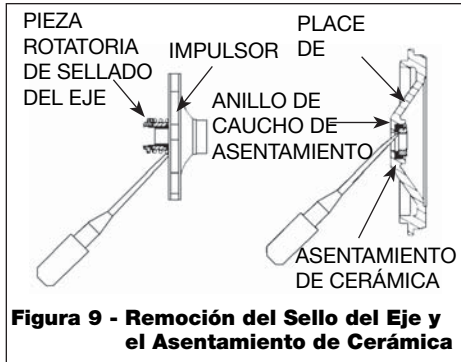

Figura 9 - Remoción del Sello del Eje y el Asentamiento de Cerámica
- Quite del impulsor la parte de sellado del eje giratorio (incluyendo el anillo inoxidable y el sello de goma) (Figura 9).
- Empuje o haga palanca en emplazamiento de cerámica y el anillo de goma del sello para liberarlos de la placa de sellado (Figura 9).